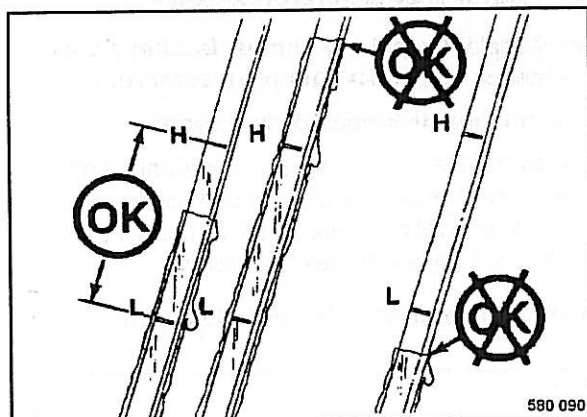

Fig. 85
- Volver a comprobar el nivel de aceite (Fig. 85) y completar con aceite hasta el nivel llega a la marcación "MAX".